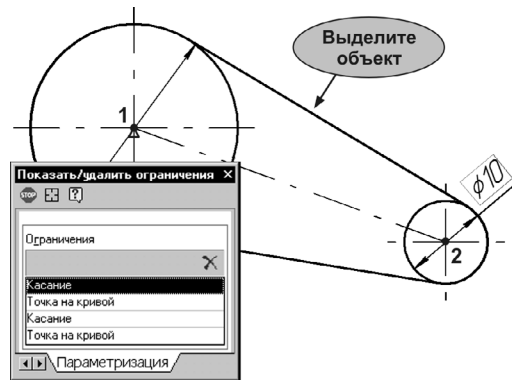

Рис. 59.43.
6.2. Выделите верхний отрезок и нажмите кнопку **Показать/удалить ограничения**. В списке **Ограничения** показаны связи и ограничения выделенного отрезка (рис. 59.43).